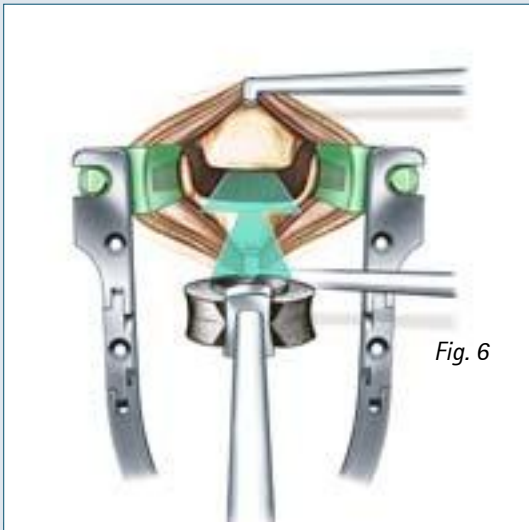

Fig. 6
- ☞ Una vez que el CeSpace está fijado en el dispositivo de inserción, puede introducirlo en el espacio intervertebral con monitorización de conversión de imagen (Fig. 6).